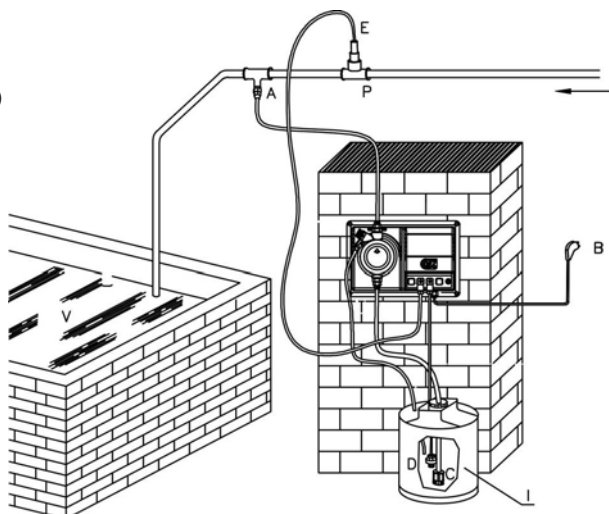

Fig. 17
8.2 - ESQUEMA TÍPICO DE INSTALACIÓN (Fig. 17)